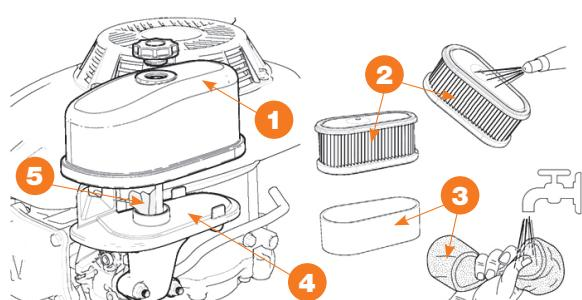

Рис. 28
- Очистить поверхность вокруг крышки (Рис. 28) ① фильтра.
- Снять крышку ①, открутив винт сверху.
- Снять фильтрующий элемент ② и ③.
- Снять предварительный фильтр ③ из картриджа ②.
- Слегка ударить картридж ② о твердую поверхность и продуть сжатым воздухом изнутри, чтобы удалить пыль и мусор.
- Промыть фильтр предварительной очистки ③ водой с моющим средством и оставить его сохнуть естественным образом
- Очистить внутреннюю поверхность гнезда фильтра ④ от пыли и загрязнений, закрыв впускной канал с помощью ветоши ⑤, чтобы они не попали в двигатель.
- Удалить ветошь ⑤, поправить фильтрующий элемент ② и ③ в его гнезде и установить на место крышку ①.